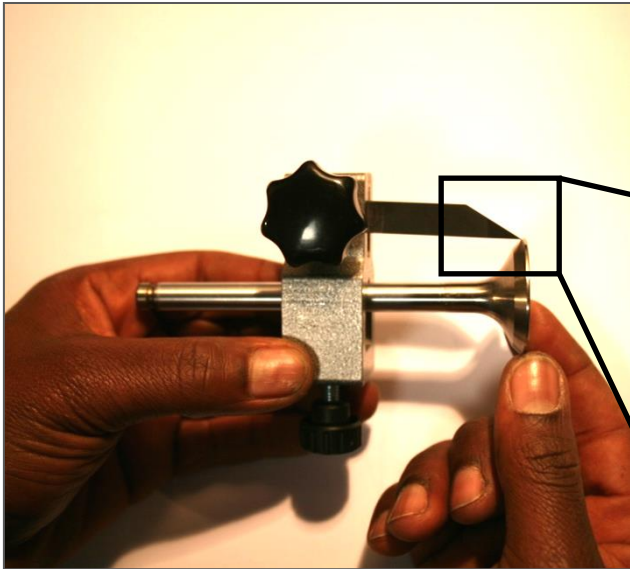

Fig. 13
9. Die Einstellzunge kann jetzt gemäss Fig. 13 auf dem oberen Viertel des Ventiltellers platziert werden. Ziehen Sie die Rändelschraube vorsichtig aber fest an sowie auch der Sterngriff der Einstellzunge.
Kontrollieren Sie, ob die Einstellzunge wie bei Fig. 13 platziert wurde.